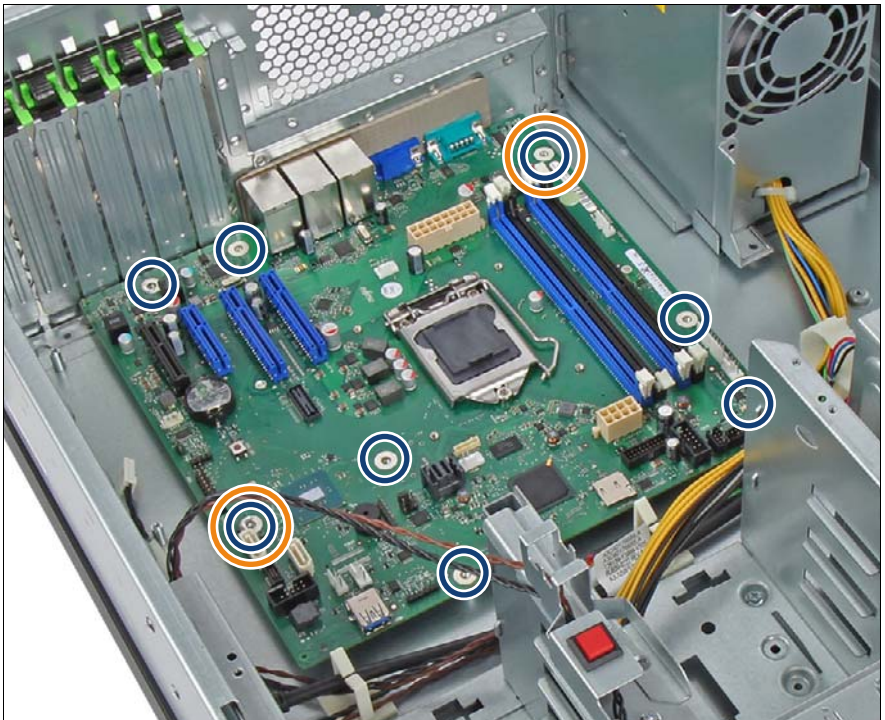

図 272: システムボードをネジで固定する
- ▶ システムボードを 8 本のネジで固定します（図 272 の丸で囲んだ部分）。